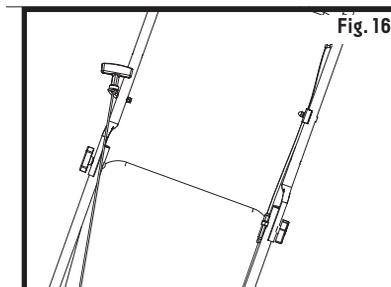

Fig. 16
4. Une fois le moteur en marche, placez le câble de démarreur dans le guide-câble (voir figure 16).